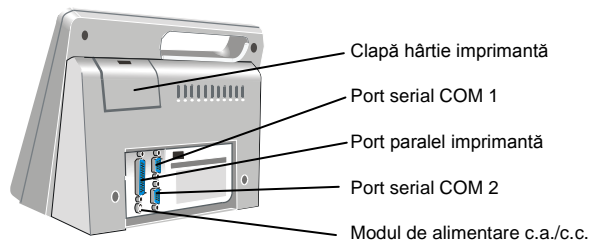

Figura 2. Locația conectorilor
Împreună cu sistemul se pot utiliza un calculator compatibil de laborator și o imprimantă externă legată în serie sau în paralel. Portul conector pentru aceste dispozitive este situat în partea laterală a instrumentului (Figura 2).
2. Conectați un capăt al cablului imprimantei la portul marcat PRINTER (IMPRIMANTĂ) (pentru o imprimantă în paralel) sau COM 1 sau COM 2 (pentru o imprimantă în serie) (Figura 2).
2. Conectați un capăt al cablului la portul marcat COM 1 sau COM 2 (Figura 2).
2. Conectați cablul modulului de alimentare c.a./c.c. la conectorul de alimentare (Figura 2).